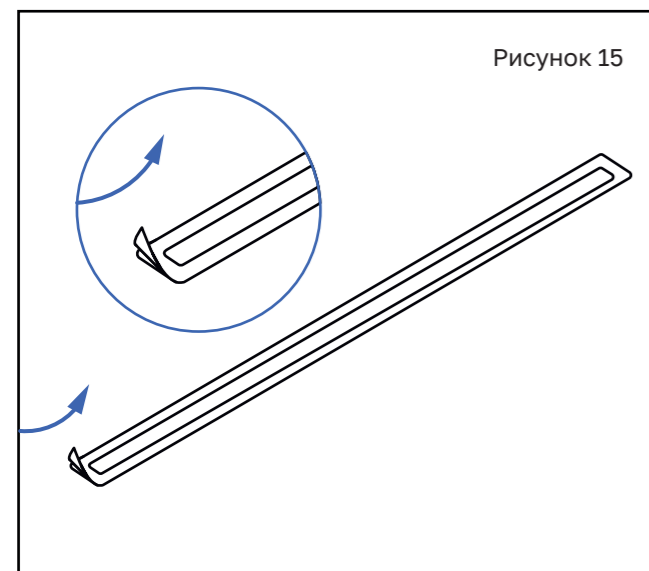

Рисунок 15
4. (Опционально) Удалите защитный слой с одной стороны входящего в комплект двустороннего скотча. Наклейте скотч на нижнюю часть рамки, как показано на рисунке. (Рисунок 15, 16)